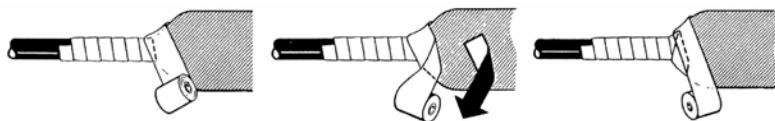
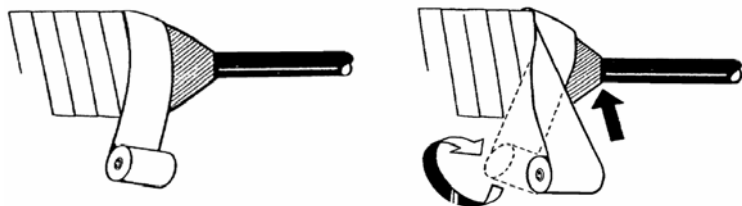

Рис. 8.3. Переход ленты с меньшего диаметра на больший
Рис. 8.4. Переход ленты с большего диаметра на меньший
8.1.5. Извлеките рулон ленты и расправьте ее на конце и приступить к намотке поверх ленты 88Т. Намотку производить с 60% перекрытием, плотно, с натяжением в два слоя. В местах перехода на конус ленту следует развернуть на 180° другой стороной и продолжить намотку дальше. При необходимости разворот можно повторить. На рис. 8.3 показаны приемы намотки ленты при переходе с меньшего диаметра на больший, а на рис. 8.4. - с большого на меньший.